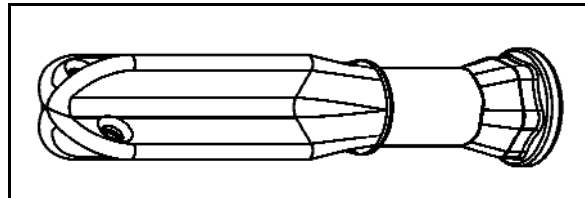

Fig. 73
1. Den Steckschlüssel (Fig. 73/1) aus der Halterung am Dosierer nehmen.